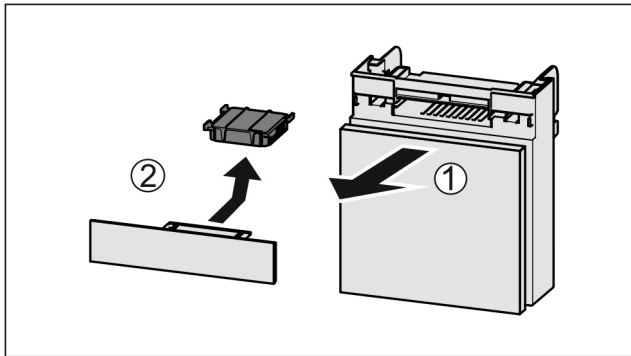

Fig. 147
- ▶ Издърпайте Fig. 147 (1) напред от отделениято.
- ▶ Извадете Fig. 147 (2) филтъра с активен въглен.